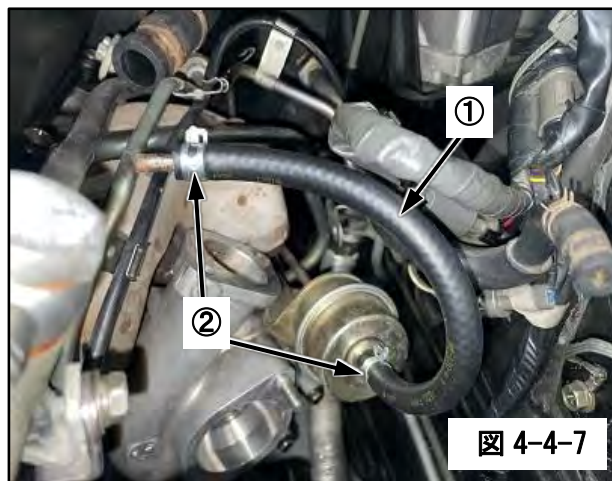

図 4-4-7
- (7) ①ホース φ6.3 を 220mm にカットし、リヤ側アクチュエーターと接続して②クランプで固定してください。(図 4-4-7)